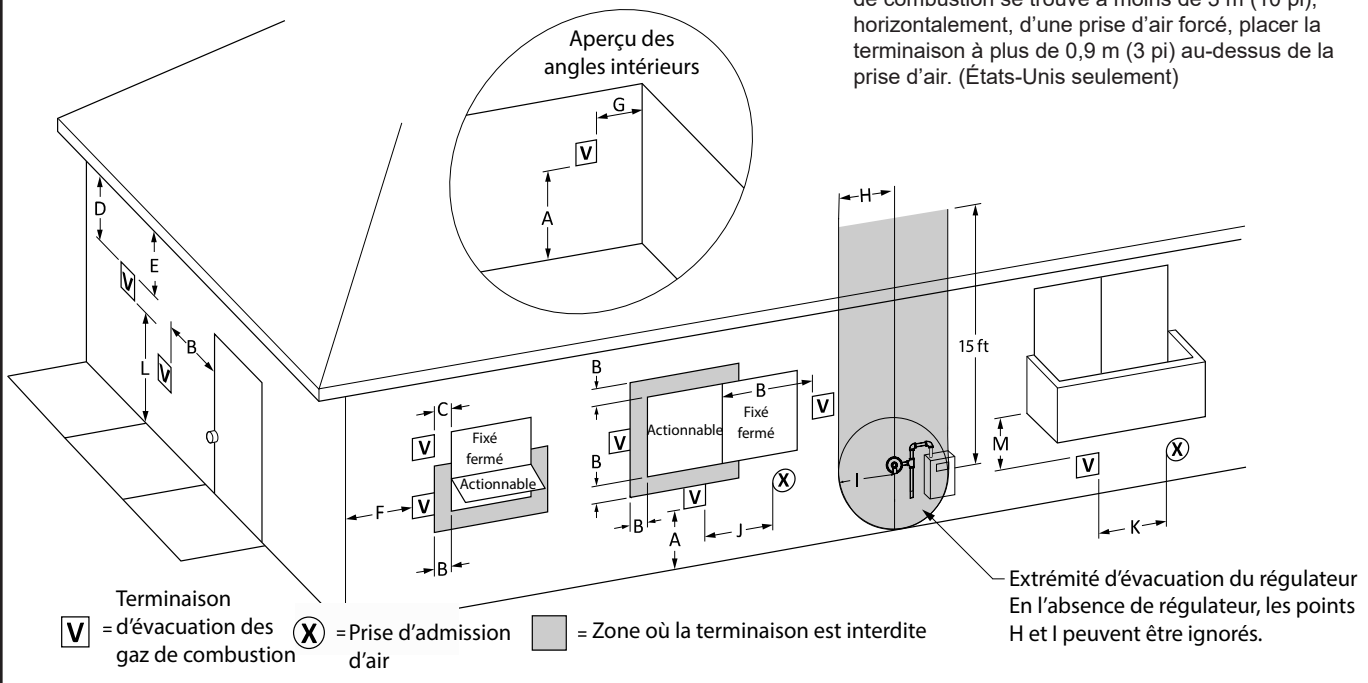
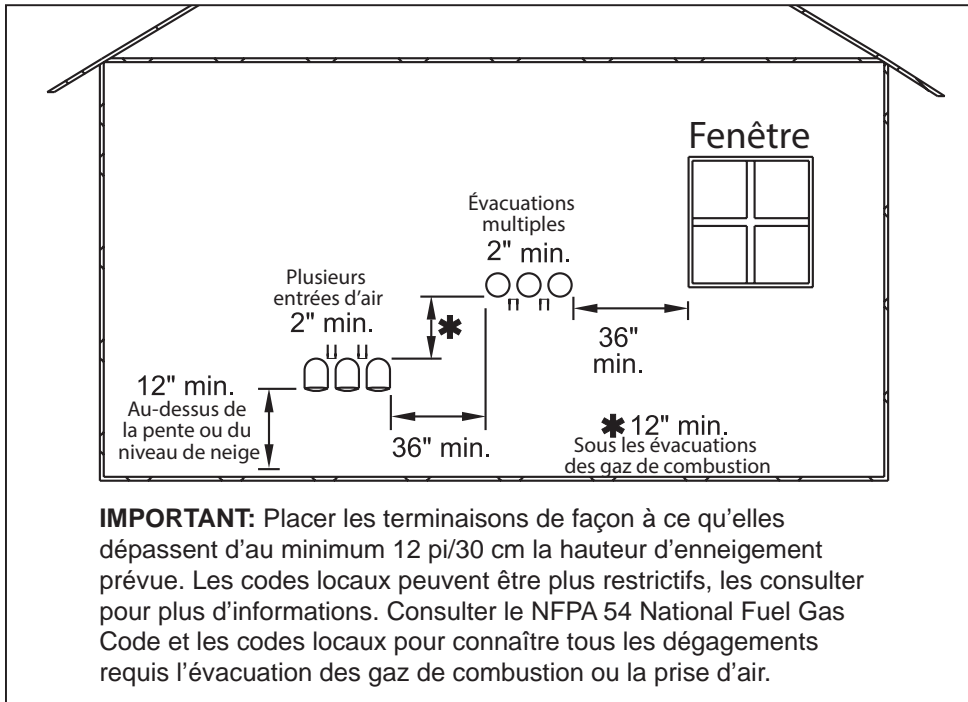

Figure 19. Air de combustion et évacuation des gaz de combustion par un mur latéral
Figure 20. Plusieurs terminaisons murales latérales
1. La Figure 19 illustre les exigences en termes de dégagements des terminaisons d'évacuation des gaz de combustion pour les États-Unis et le Canada. Les modèles extérieurs doivent être installés de façon à ce que leur conduit d'évacuation soit situé au minimum à 10 pi/3 m d'une porte ou d'une fenêtre pouvant être ouverte. Le conduit d'évacuation ne doit pas se trouver sous un surplomb ou un toit. Utiliser uniquement les éléments d'évacuation livrés avec la chaudière.
Si la prise d'air doit être murale, utiliser la terminaison de prise d'air de combustion murale, ou concentrique. (Voir page 23) Contacter le fabricant pour les raccords de terminaison AL29-4C. Prendre en compte les éléments suivants lors de l'installation de la terminaison: (Voir Figure 19 à Figure 20.)